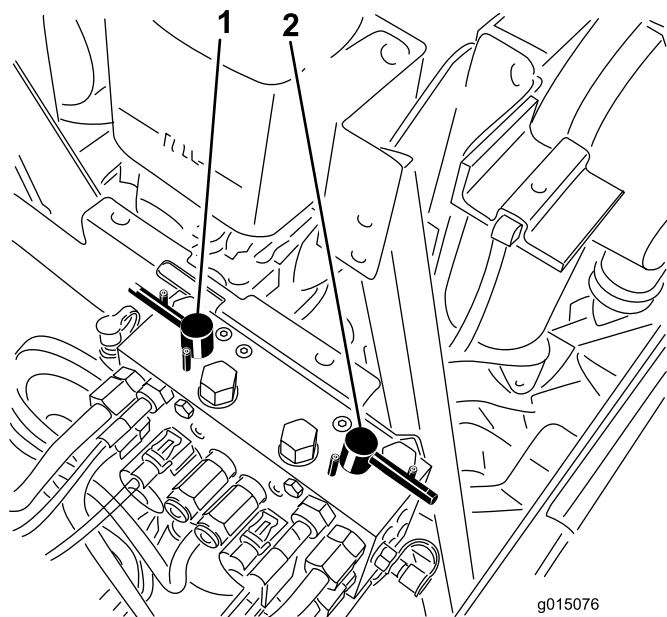

Figura 83
4. Selecione as alavancas de retificação dianteiras, traseiras ou ambas para determinar quais as unidades a retificar (**Figura 83**).